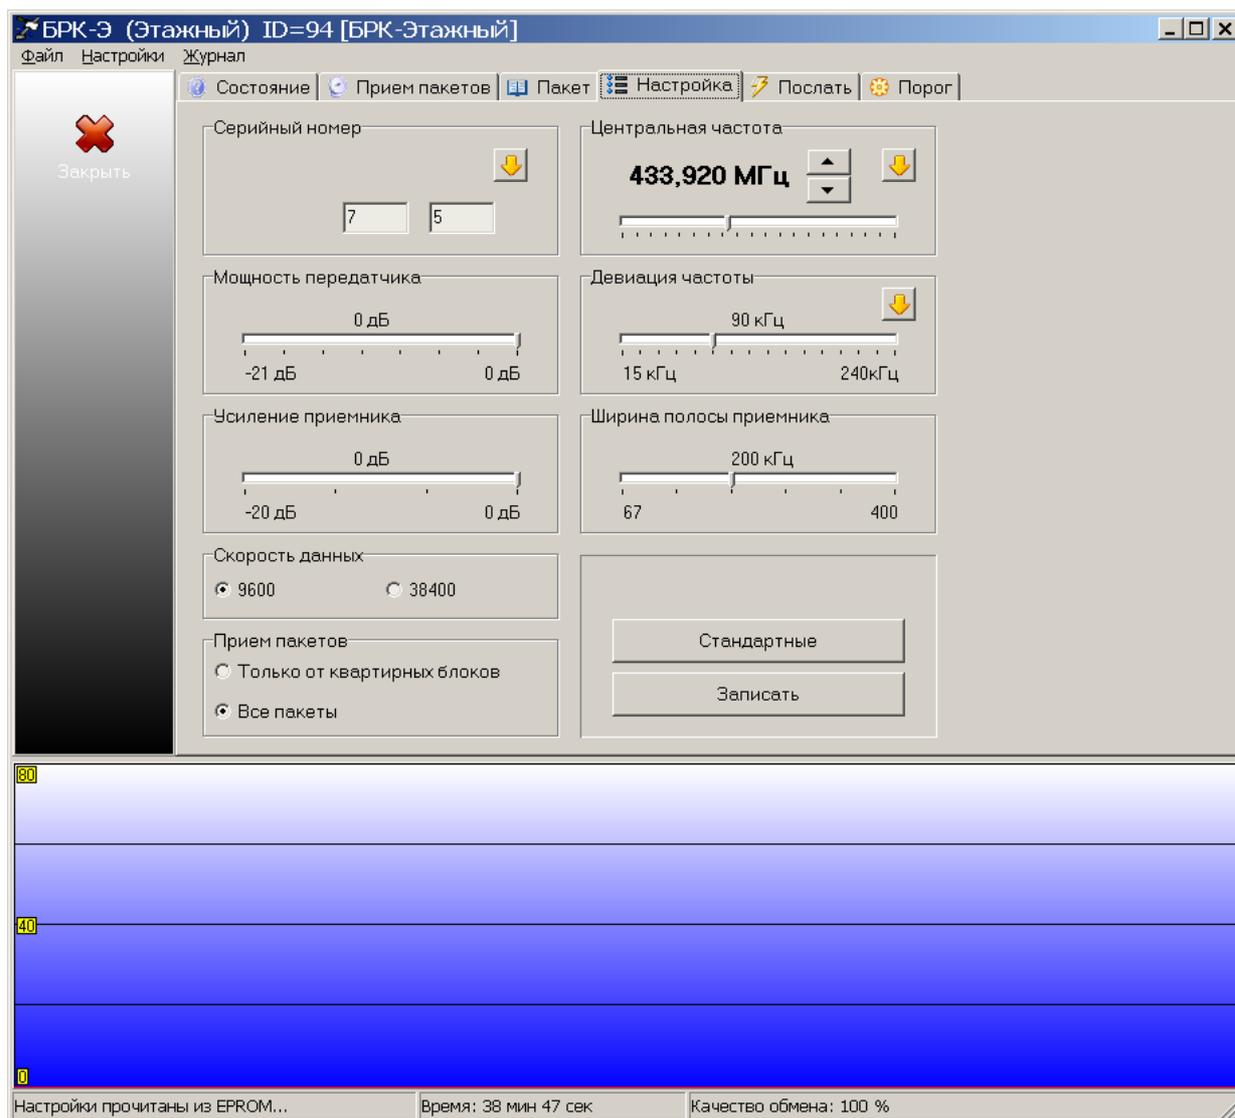

Рисунок 20
9) Выбрать вкладку «Настройка» (рисунок 20) и установить следующие параметры радиointерфейса БРК-Э: